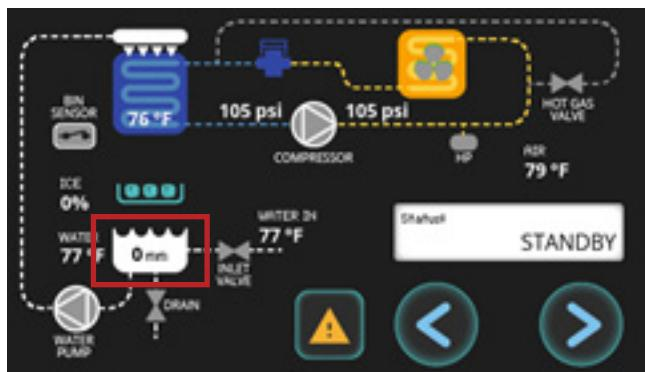

Fig. 1. El nivel del agua marca 0 mm.
4. En la pantalla de información, verifique que el nivel del agua indique 0 mm (+/- 2 mm). Consulte la fig. 1.